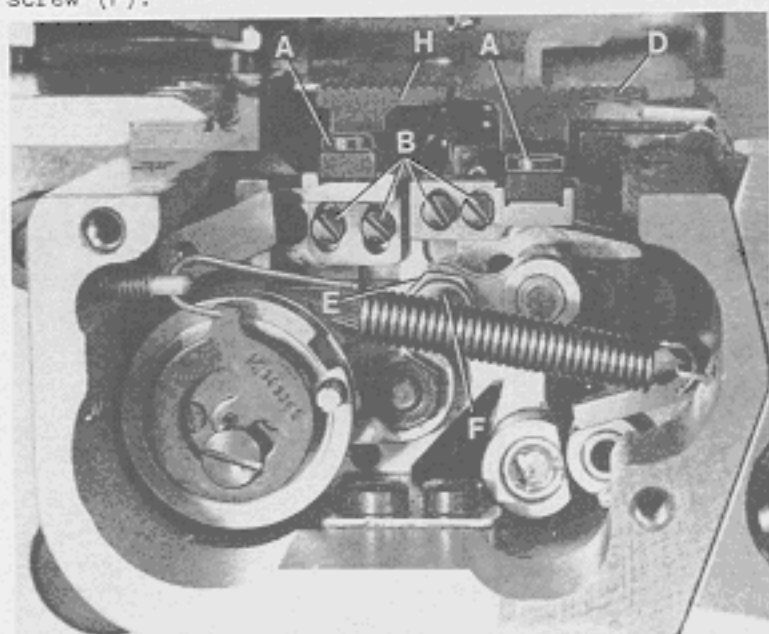

Fig.29
Assemble the two-piece main feed dog (H, Fig. 29) and the differential feed dog (D, Fig. 29), tighten fastening screws (A, Fig. 29) slightly. Insert the throat plate support with throat plate on the cylinder arm and center the feed dogs across-the-line-of-feed in the throat plate slots to have equal clearance on all sides. Now tighten screws (A) firmly.
For setting loosen screws (B, Fig. 29) and position the feed dog holders with the feed dogs to the correct height. Tighten screws (B).
In-line-of-feed the differential feed dog can be set to the front or to the rear to clear equally between the main feed dog and the front end of throat plate slot. For adjustment loosen screw (F, Fig. 29) and rotate eccentric (E) in operating direction until the correct setting is obtained. Retighten screw (F).
Montieren Sie den zweiteiligen Haupttransporteur (H, Fig. 29) und den Differentialtransporteur (D, Fig. 29), ziehen Sie die Befestigungsschrauben (A, Fig. 29) nur leicht an. Stecken Sie den Stichplatten-träger mit Stichplatte auf den Zylinderarm und vermitteln Sie die Transporteure seitlich in den Stichplattenschlitzen so, daß sie an allen Stellen freigeht. Ziehen Sie die Schrauben (A) danach gut an.
Zur Einstellung lösen Sie die Schrauben (B, Fig. 29) und schieben die Transporteurhalter mit den Transporteuren auf die gewünschte Höhe. Ziehen Sie die Schrauben (B) an.
In Nährichtung kann der Differentialtransporteur entsprechend vor- oder zurückgestellt werden, damit er zwischen dem Haupttransporteur und dem vorderen Schlitzende der Stichplatte gleichmäßig freigeht. Zur Einstellung lösen Sie die Schraube (F, Fig. 29) und drehen den Exzenter (E) in Nährichtung, bis die richtige Einstellung erreicht ist. Ziehen Sie die Schraube (F) wieder an.